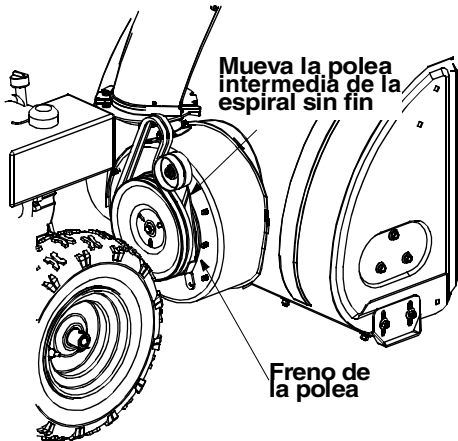

Figura 32
- Para extraer la correa propulsora de la espiral sin fin delantera, empuje la polea intermedia hacia la izquierda. La ménsula de la correa debe moverse hacia afuera. Vea la Figura 32. Levante la correa propulsora de la espiral sin fin delantera de la polea de la espiral sin fin delantera.
- Separe la polea intermedia de la polea del propulsor y extraiga la polea de la polea del motor. Encontrará la polea intermedia en la parte delantera del motor y debajo de la cubierta de la correa que extrajo previamente. Vea la Figura 32.